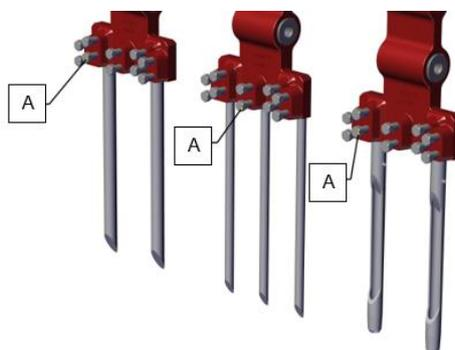

Fig. 10
Les boulons de verrouillage (A) peuvent être serrés à 40 Nm (29.5 lbf.ft). (Fig. 10)